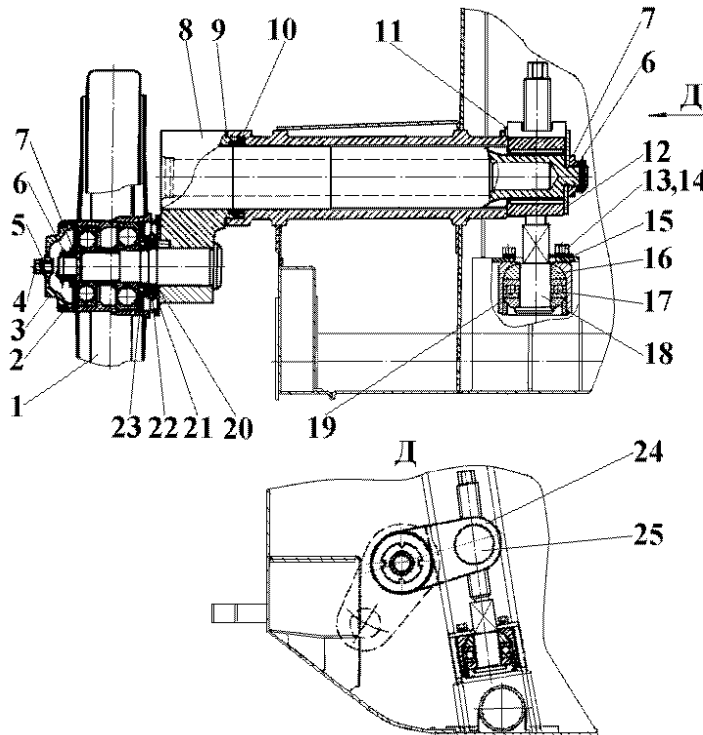

Рис. 1.40 Установка направляющего колеса
Направляющие колеса гусениц **1** (рис. 1.40) установлены на осях кривошипов **8** в задней части машины выше заднего опорного катка, образуя угол свеса 22...25°. Диаметр направляющих колес 540 мм, в остальном конструкция аналогична опорным каткам.
- ослабить два болта **13** (рис. 1.40), сдвинуть стопорную пластину **15** и вращая винт **18** механизма натяжения по часовой (против) стрелке, ослабить (увеличить) натяжение гусеницы до требований изложенных выше;